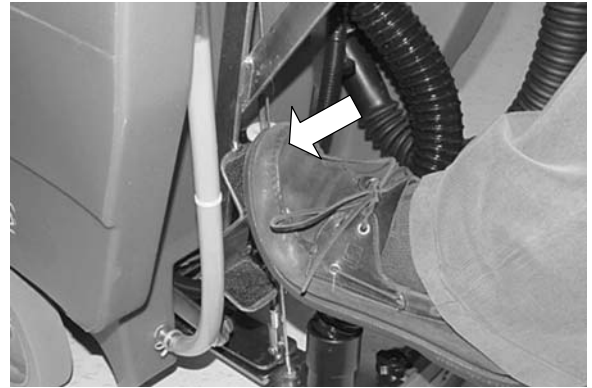

FIG. 4
2. Abaissez la tête de brossage. Appuyez fermement sur le sommet de la pédale et poussez-la vers l'avant pour abaisser la tête (Figure 4).